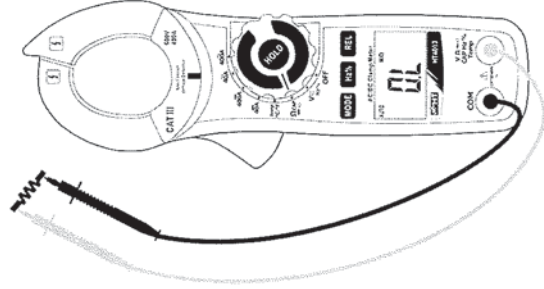

Fig. 5 : Utilisation de la pince pour mesure de résistance
3. Positionner les embouts sur les points désirés du circuit sous test (Fig. 5). La valeur de résistance sera affichée à l'écran.